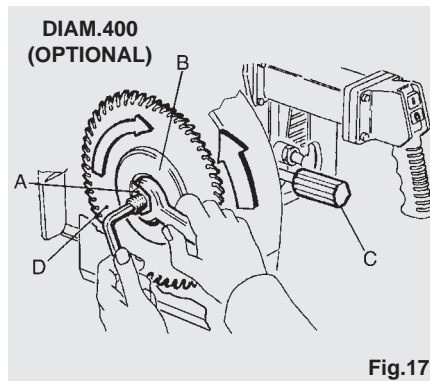

Fig.17
Abrir el cárter cubrehoja, actuar sobre la manilla (C) aflojando el bloqueo y llevando el cárter inferior a la extremidad inferior bloqueándolo en posición. Así hay el espacio necesario para el paso de la brida de sujeción hoja (B). Para aflojar la tuerca con rosca a la izquierda (A) de la fig. 17 sujetar el eje motor mediante llave para tornillos de cabeza hexagonal hueca según aparece en la fig. 17 y actuar con una llave abierta en el sentido de las agujas del reloj. Efectuando esta operación poner cuidado en no herirse chocando contra la hoja. Se aconseja por lo tanto el empleo de guantes. Sacar la brida exterior (B) para tener acceso al asiento
Poner mucha atención a la orientación de los dientes de la hoja cerciorándose de que sea la misma que aparece en la fig. 17. La hoja debe tener un agujero central de  $\varnothing 30$  mm ( $\varnothing 1''$ ) y un diámetro máximo de  $\varnothing 400$  mm ( $\varnothing 14''$ ),  $\varnothing 450$  mm ( $\varnothing 16''$ ) según el cárter y el motor (eje en pulgadas) montado en la máquina.